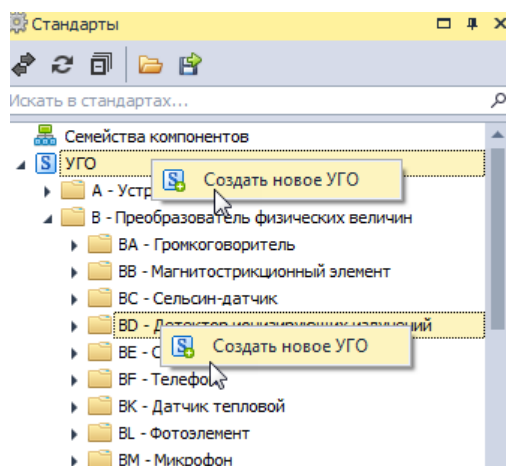

Рис. 41 Выбор узла для создания УГО
1. Вызовите контекстное меню с узла «УГО» (для создания УГО в корне дерева «УГО») или с конкретной папки (для создания УГО в рамках определенного семейства), Рис. 41.